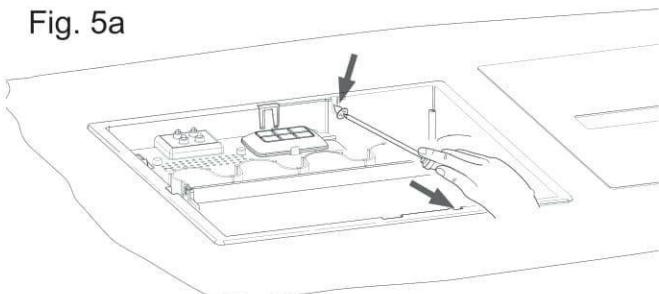

Fig. 6
3. Потяните резервуар для воды вверх и наружу, чтобы снять его (см. рис. 6).